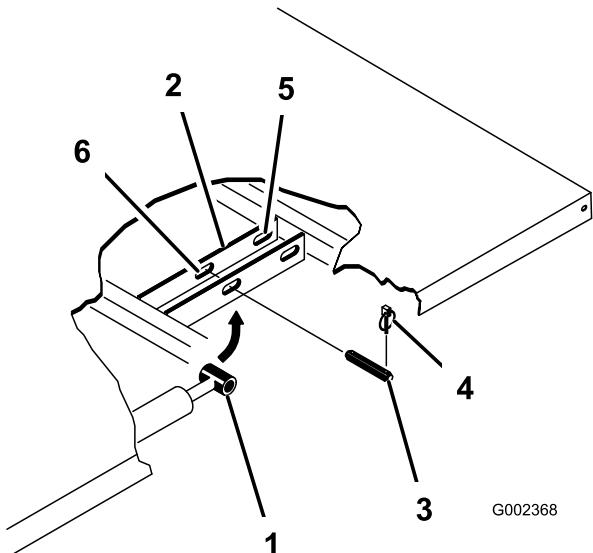

Figura 22
3. Retire os pinos de sujeição das extremidades exteriores dos pinos de forquilha da haste do cilindro (Figura 22).
4. Retire os passadores de forquilha que prendem as extremidades da haste do cilindro nas placas de montagem da plataforma, empurrando os passadores para dentro (Figura 22).
5. Retire os pinos de sujeição e os passadores de forquilha que prendem os apoios articulados nos canais da estrutura (Figura 22).